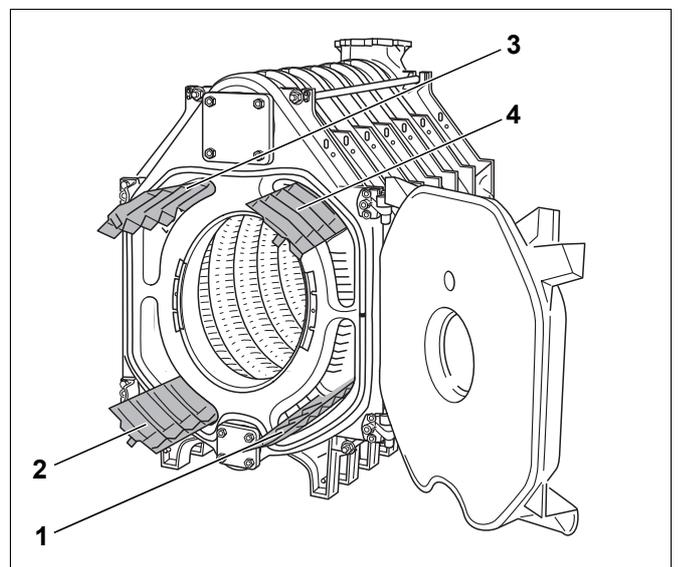

Bild 34 Heizgaslenkplatten
- ▶ Heizgaslenkplatten aus der Beschlagteilkiste entnehmen und entsprechend der aufgegossenen Beschriftung in die Heizgaszüge einlegen (siehe dazu Bild 34 und unten stehende Tabelle).